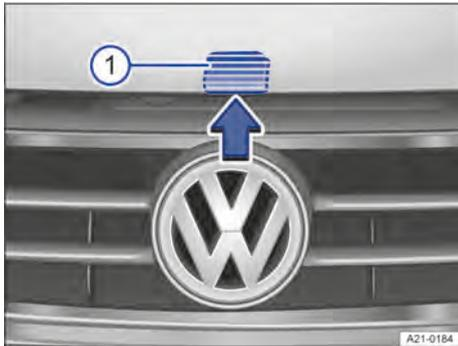

Fig. 172 Acima da grade do radiador: alavanca de acionamento para a tampa do compartimento do motor.
3. Levantar a tampa do compartimento do motor na alavanca de destravamento e abrir totalmente → Fig. 172 ①.